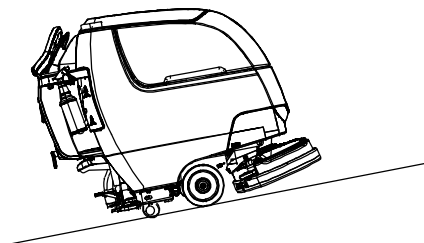

ABB. 132
2. Verwenden Sie eine Rampe, die das Gewicht der Maschine sowie das des Bedieners aushält und laden Sie vorsichtig die Maschine (Abbildung 132).